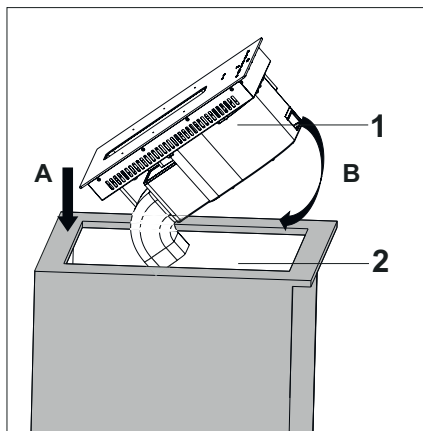

Fig. 30
■ Løft nu kogepladen og sæt denne ned i bordet, først venstre side (A) og derefter højreside (B) (Fig. 30)